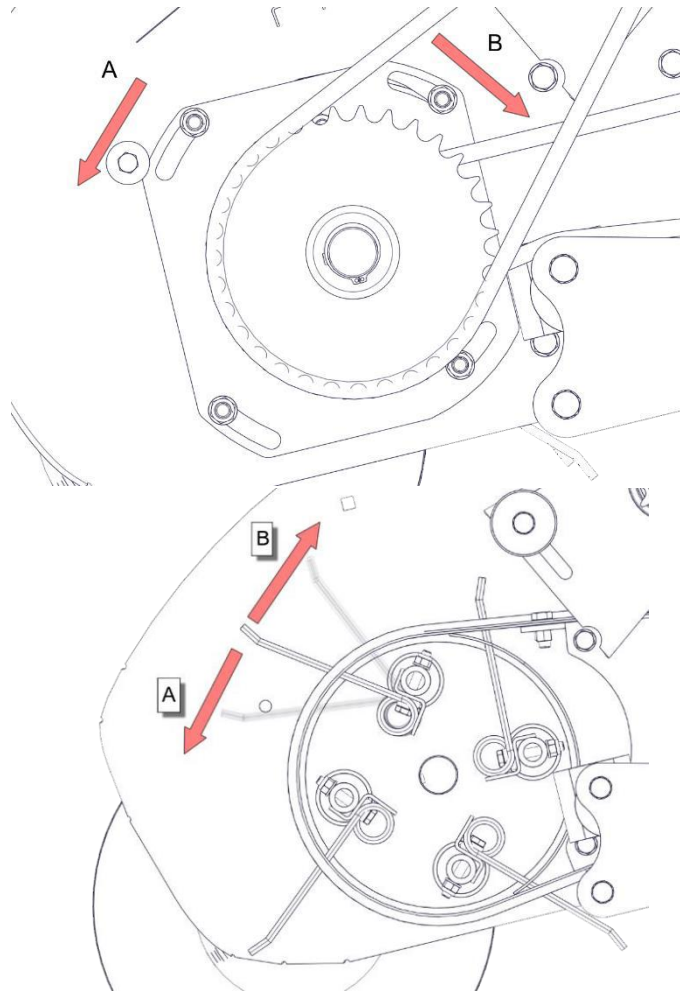

Рисунок 48 Регулировка кулачка подборщика
- Отрегулируйте положение кулачка, поворачивая его, палец подборщика перемещается ближе или дальше относительно передаточного устройства. Кулачок должен быть повернут (Рисунок 48):